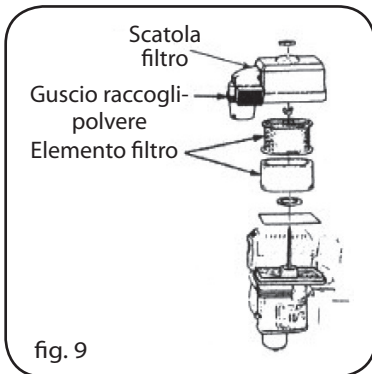

fig. 9
2. FILTRO RACCOLTA DI POLVERE (Fig. 9)